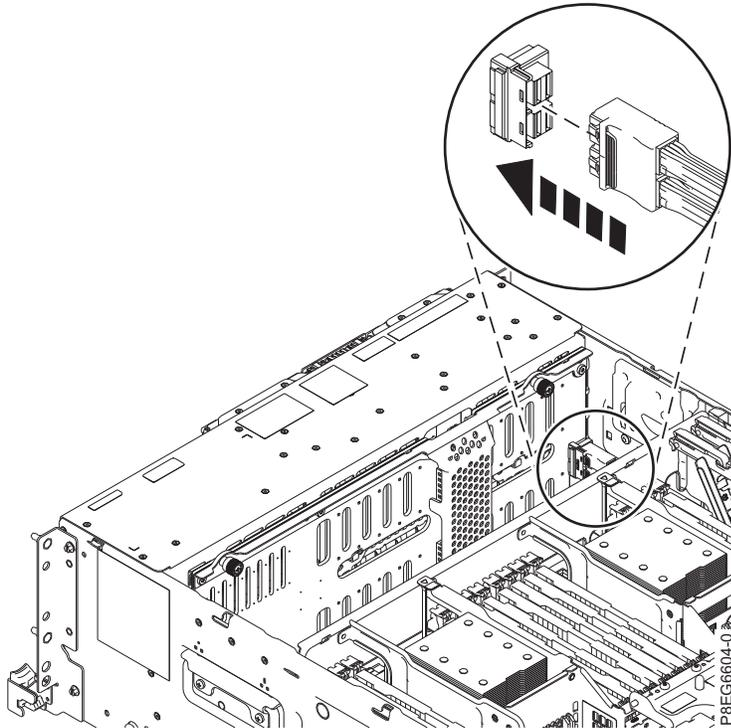

Figura 8. Reconnectando os cabos SAS
7. Reconecte os cabos SAS frontais à porta do conector no painel traseiro da unidade de disco, conforme mostrado em Figura 8 na página 9. Empurre o conector até que a trava do conector se encaixe.